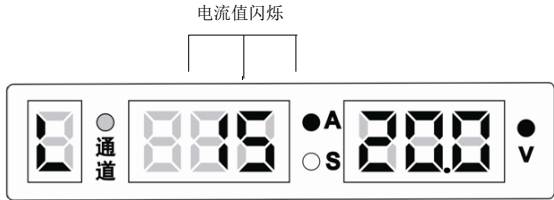

图3-36 锁定电流调节范围界面
4. 在锁定电流调节范围界面下，中间数码管闪烁，显示如图 3-36 所示。用主机面板旋钮设定好电流调节范围，按**调用**键确认后自动进入锁定电压调节范围界面。默认锁定电流调节范围为 $\pm 15A$ 。